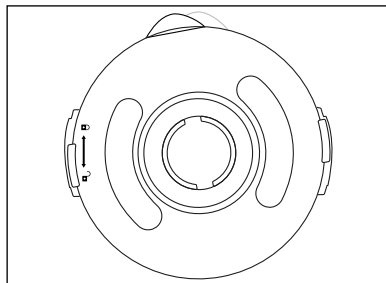

Fig. 1
- 1) Tournez le bol mixeur ③ dans le sens anti-horaire jusqu'à ce que la poignée du bol mixeur se trouve sur la position . Détachez le bol mixeur ③ du bloc moteur ⑥ en le soulevant tout droit.
- 2) Retirez le couvercle ② en le tournant dans le sens anti-horaire en direction de la position  (voir fig. 1), jusqu'à pouvoir le retirer par le haut.
- 1) Retirez le bol mixeur **3** du bloc moteur **6**. Pour une meilleure stabilité, retirez le couvercle **2** en le tournant le plus loin possible dans le sens anti-horaire en direction de la position  (voir fig. 1), jusqu'à pouvoir le retirer par le haut.